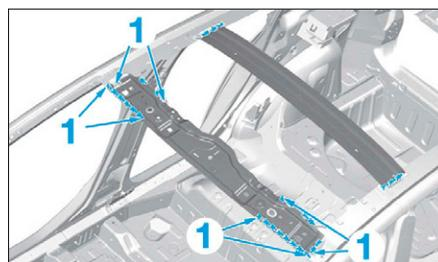

FIG. 146
- Dépointer en (1) comme illustré (Fig.146).